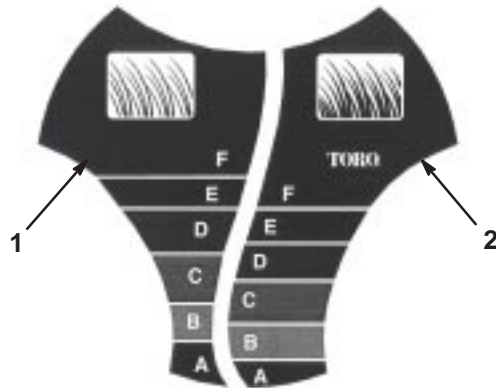

Figure 17
Le système *SmartWheel*™ comporte deux échelles de coupe : Clairsemée/Normale et Drue—de manière à garantir une hauteur de coupe adaptée quelle que soit la nature de l’herbe (Fig. 17). Utilisez principalement l’échelle Clairsemée/Normale pendant les mois d’été. L’échelle Drue est utilisée de préférence quand l’herbe est drue et humide, généralement au printemps.
2. Amenez la tondeuse sur la surface de travail, arrêtez-vous quand le dessin *SmartWheel* est vertical sur l'une des roues arrière (Fig. 17).